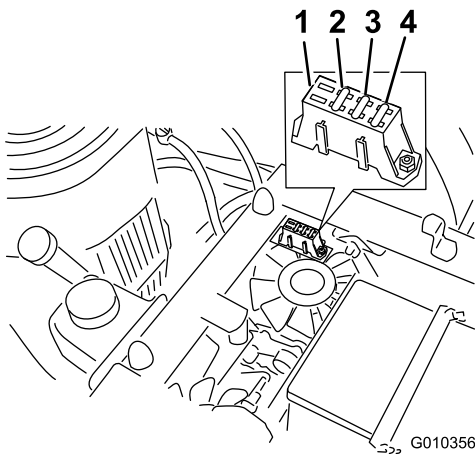

Figura 39
1. Levante el asiento para tener acceso al portafusibles, en el lado izquierdo de la máquina (Figura 39).
3. Instale un fusible nuevo (Figura 39).